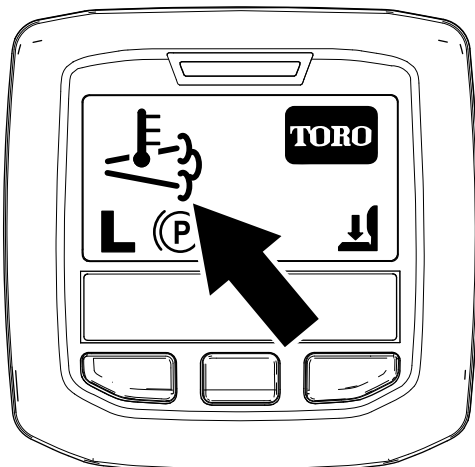

Figura 36
- El icono de alta temperatura del escape aparece en el InfoCenter (Figura 36).